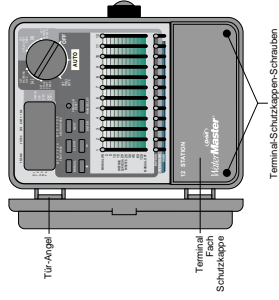

ABB. 21: Außen installierter Controller mit abgeblinderter Anschlußstellenabdeckung
- Nehmen Sie den Deckel des Anschlußfaches ab, indem Sie die beiden Schrauben losschrauben und den Kunststoffdeckel gerade abziehen [siehe Abb. 21].